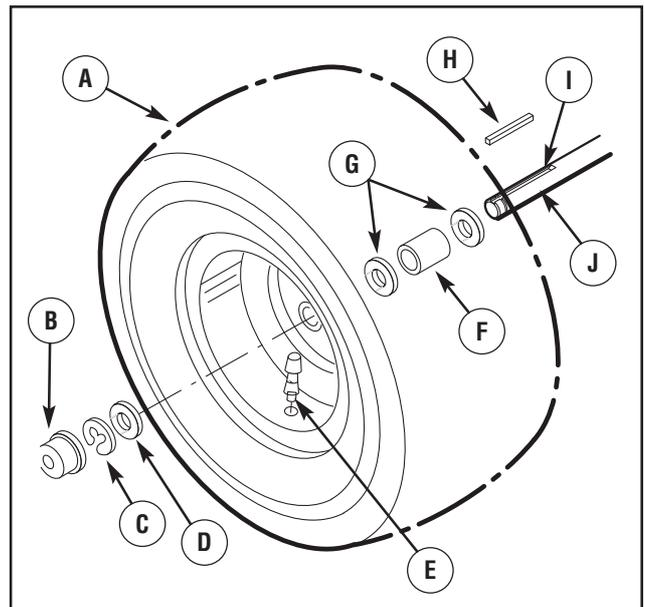

Figura 38: Assemblaggio ruota posteriore
1. Montare le **rondelle** e **distanziatore** sull'**assale** come mostra la figura 38.
2. Mettere la **chiave quadrata** nell'**apertura apposta** (vedere figura 38).